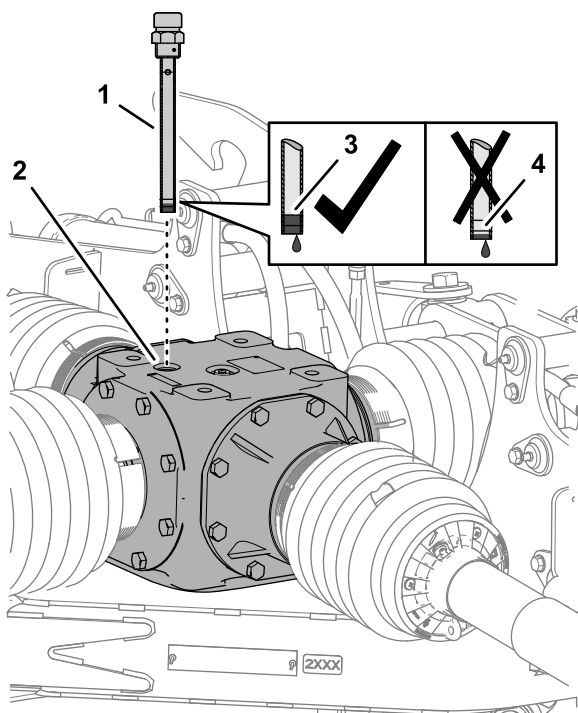
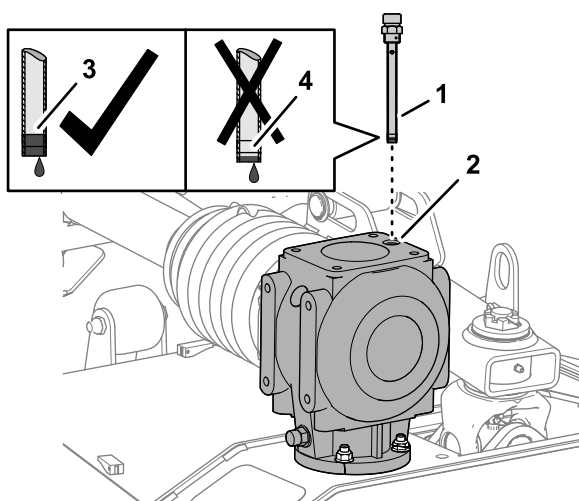

Figure 57
Figure 58
1. Retirez la jauge de l'orifice au sommet du boîtier d'engrenages central (Figure 57 ou Figure 58).
2. Vérifiez le niveau de liquide indiqué sur la jauge (Figure 57 ou Figure 58).
- Revissez et serrez la jauge dans l'orifice de remplissage (Figure 57 ou Figure 58).